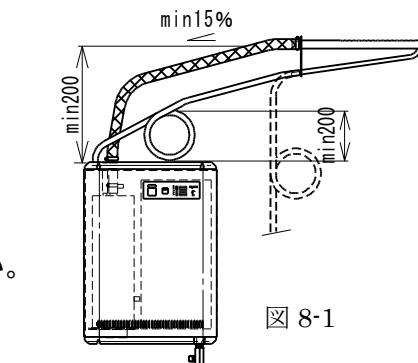

図 8-1
- ・凝縮水は凝縮水ホースにて施工し、蒸気ノズルが本体より高い場合、加湿器本体に戻すことができます。(図 8-1、2 参照)
- (1)加湿器本体よりの取出し(図 8-1、2、9-1 参照)
(図 8-1、2、9-2 参照)